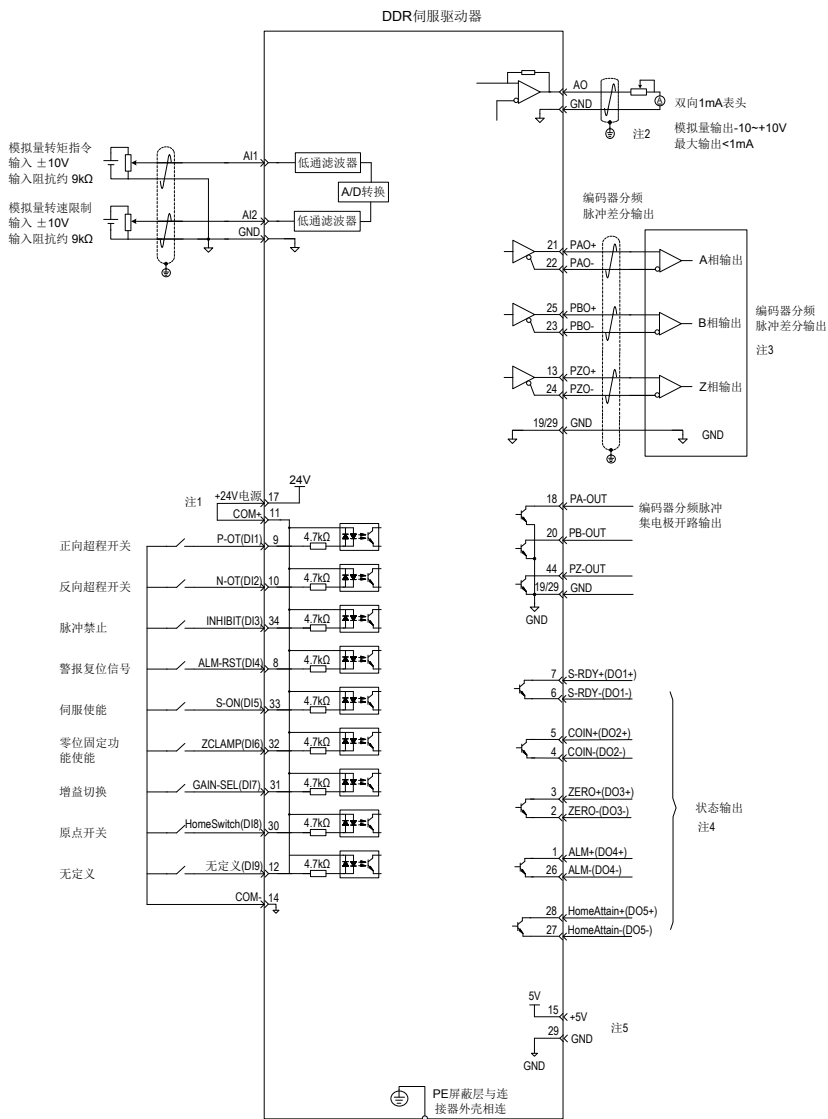

图 4-13 转矩模式配线图
4. 参考图 4-13 配线说明连接 CN1 端子中必要的 DI/DO 及转矩指令来源、速度限制等信号。